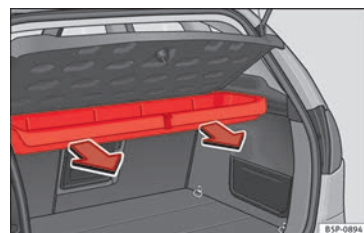

Fig. 104 Smontaggio del cassetto portaoggetti.
- Tirare all'infuori facendo uscire il cassetto dai pemi » **fig. 104.**